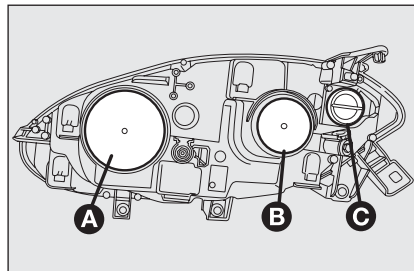
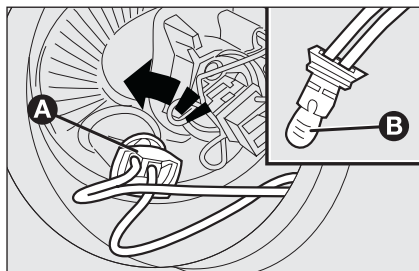

fig. 19
fig. 21
GROUPES OPTIQUES AVANT fig. 19
- enlever le couvercle de protection **B**-fig. 19;
- remonter correctement le couvercle de protection **A**-fig. 19.
- enlever le couvercle de protection **A-fig. 19**;
- tourner dans le sens inverse des aiguilles le porte-lampe **A-fig. 21** et le défiler;
- remonter la nouvelle ampoule, insérer à nouveau le porte-lampe **A-fig. 21** puis remonter correctement le couvercle de protection **B-fig. 19**.
- remonter correctement le couvercle de protection **B-fig. 19**.
- tourner le couvercle de protection dans le sens inverse des aiguilles **C-fig. 19**;